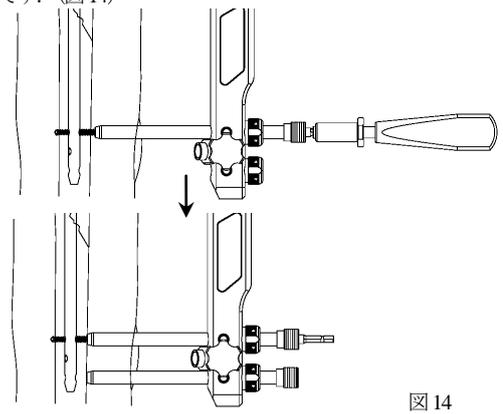

図 14
- 8) 骨質が硬い場合は、遠位スタビライザータックにてプレタックを行って下さい。またドリリング後、必要に応じて遠位スタビライザータックを留置することで、ターゲットデバイスを安定化させることが可能です。(図 14)